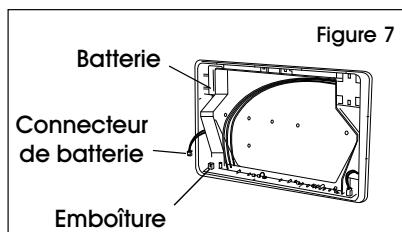

Figure 7
**MISE EN GARDE!** Le connecteur de batterie est débranché lorsqu'il est livré. Encliquetez le connecteur dans l'emboîture lors de l'installation. (Voir Figure 7)